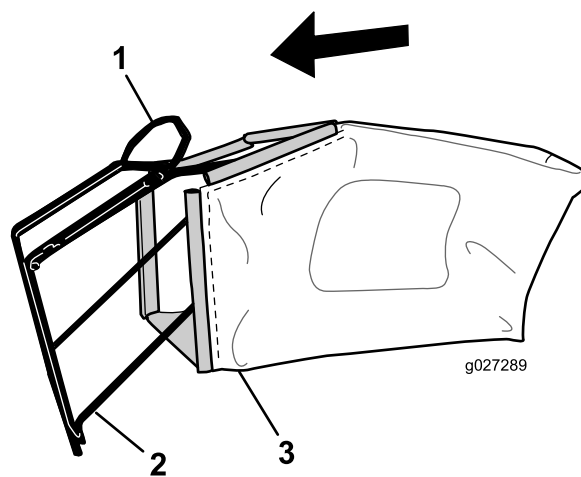

Figura 7
Nota: Não deslize o saco sobre pega (Figura 7).
1. Deslize o saco de relva sobre estrutura como se mostra na Figura 7.